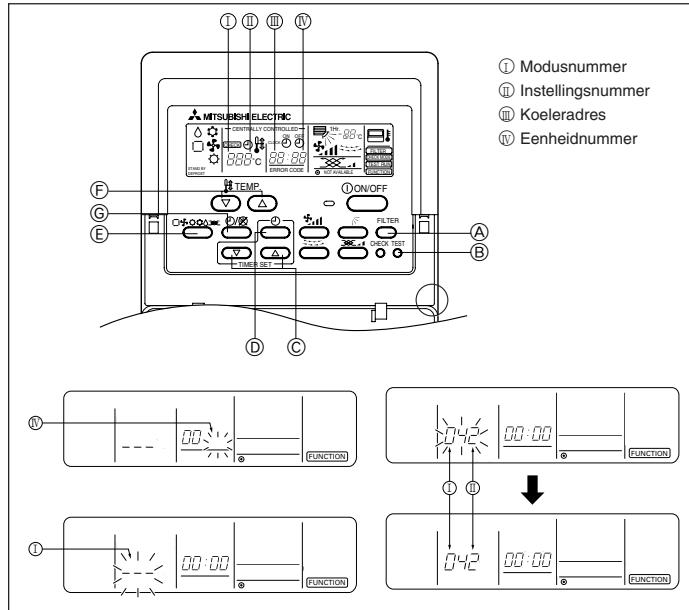

Fig. 6-5
6.3.1. Voor de afstandsbediening med draad (Fig. 6-5)